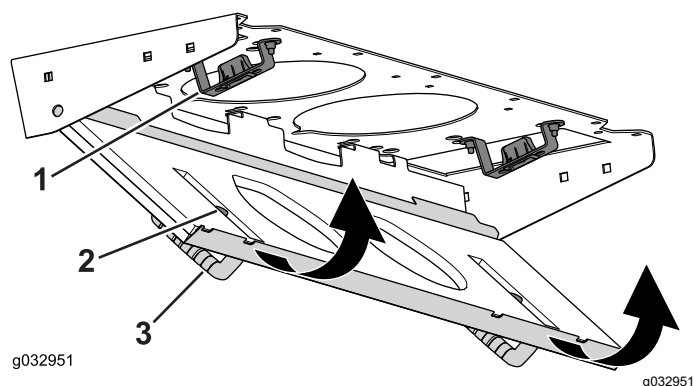

Figura 147
4. Gire la rejilla del filtro sobre las pestañas hasta que el cierre se enganche en el soporte (**Figura 147**).